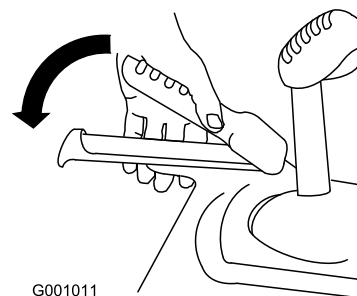

Figura 20
3. Apriete la palanca izquierda (tracción) hasta la empuñadura (Figura 20).
6. Apriete la palanca izquierda (tracción) hasta la empuñadura (Figura 20).